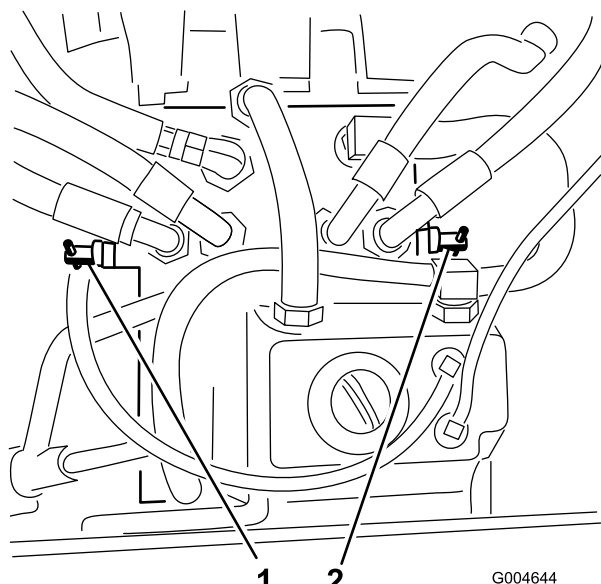

Figura 38
3. Rode cada válvula de derivação no sentido contrário aos ponteiros do relógio 1 volta (Figura 38).
Rode cada válvula de derivação no sentido dos ponteiros do relógio 1 volta e aperte-as à mão (aperte cerca de 8 Nm) (Figura 38).